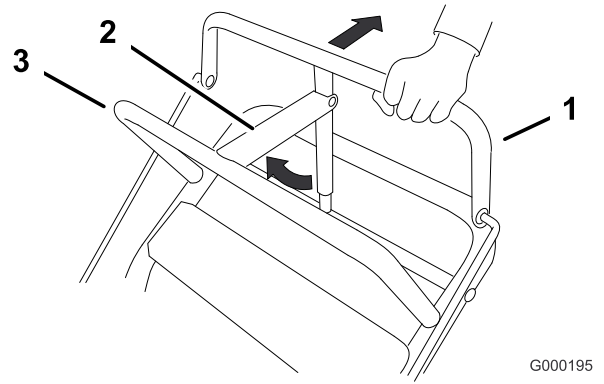

Figure 15
1. Tirez la barre de commande supérieure en arrière (Figure 15) et maintenez-la dans cette position.
2. Soulevez le dispositif de verrouillage du frein de stationnement (Figure 15) et relâchez progressivement la barre de commande supérieure. Le dispositif de verrouillage du frein doit rester bloqué (verrouillé) en position.
2. Relâchez la barre de commande supérieure progressivement (Figure 15).